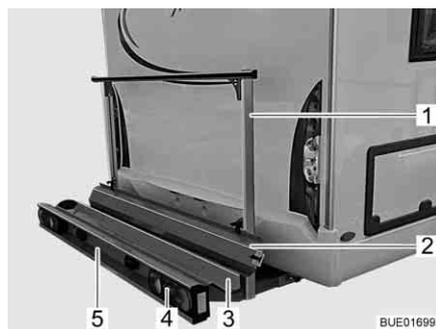
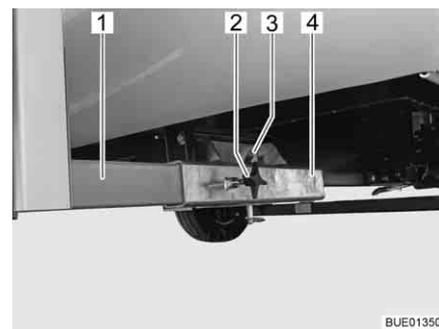

Fig. 7 Porte-charge
Fig. 8 Fixation sur le véhicule
Le porte-charge (Fig. 7) permet de transporter une moto ou un scooter d'un poids allant jusqu'à 130 kg.
- Réceptacle (Fig. 7,3) et étrier de fixation (Fig. 7,1) avec fixation sur le véhicule (Fig. 8)
- Feux arrières (Fig. 7,4)
- Éclairage plaque minéralogique (Fig. 7,5)
- Rail d'accès (Fig. 7,2)
- Fixation sur le véhicule** Les deux longerons (Fig. 8,1) du porte-charge sont fixés avec des vis à garret (Fig. 8,2) sur les réceptions quatre pans (Fig. 8,4) situées sur le plancher du véhicule. Le porte-charge est bloqué par un boulon (Fig. 8,3) avec circlip.